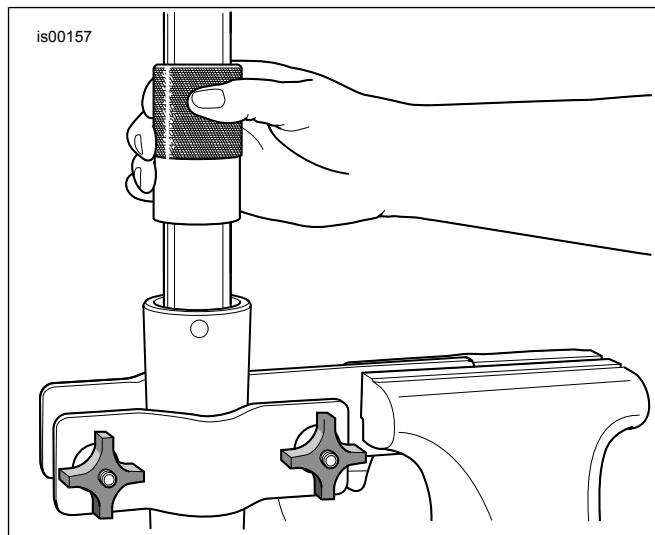

Figura 4. Instalação do retentor de óleo do garfo
5. Revista o diâmetro interno (DI) e o diâmetro externo (DE) da bucha do tubo externo (E) com óleo do garfo limpo. Deslize a bucha do tubo externo pelo tubo interno (em ambas as direções).
6. Deslize o espaçador retentor (D) do tubo interno até ele encostar na bucha do tubo externo (em qualquer direção).
7. Cubra o diâmetro interno do **novo** retentor de óleo do garfo (4) com óleo de garfo limpo. Cubra o diâmetro externo do retentor de óleo do garfo com Harley-Davidson Seal Grease. Com o letreiro virado para cima, deslize o retentor de óleo do garfo pelo tubo interno até que encoste no espaçador retentor.
8. Veja Figura 4 . Pegue o retentor de óleo do garfo/ferramenta da bucha (HD-45305) e proceda da seguinte maneira:
- b. Veja Figura 4 . Com uma ferramenta tipo martelo deslizante, introduza o retentor de óleo (com o espaçador retentor e a bucha do tubo externo) no tubo interno do garfo até a ranhura da presilha de segurança poder ser vista no diâmetro interno no DI do tubo externo do garfo.